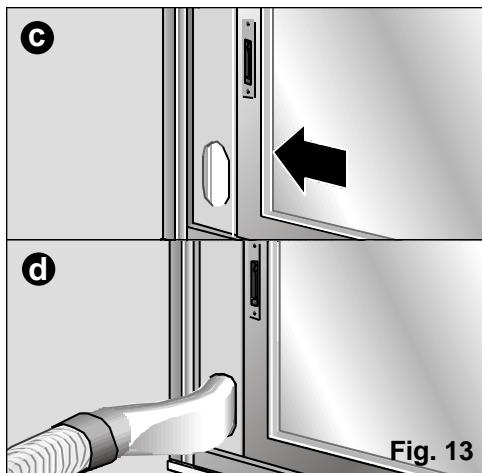

**Fig. 12**
- Fermez la fenêtre au maximum et maintenez-la ainsi grâce à la ventouse fournie, **Fig. 12**.